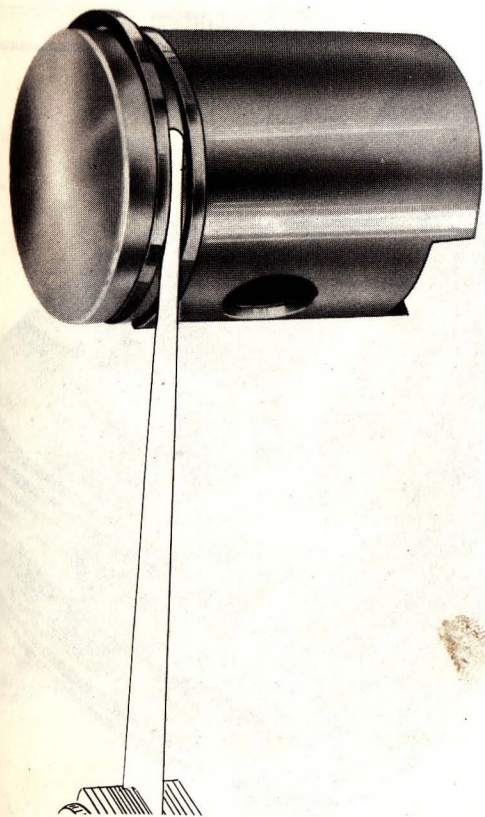
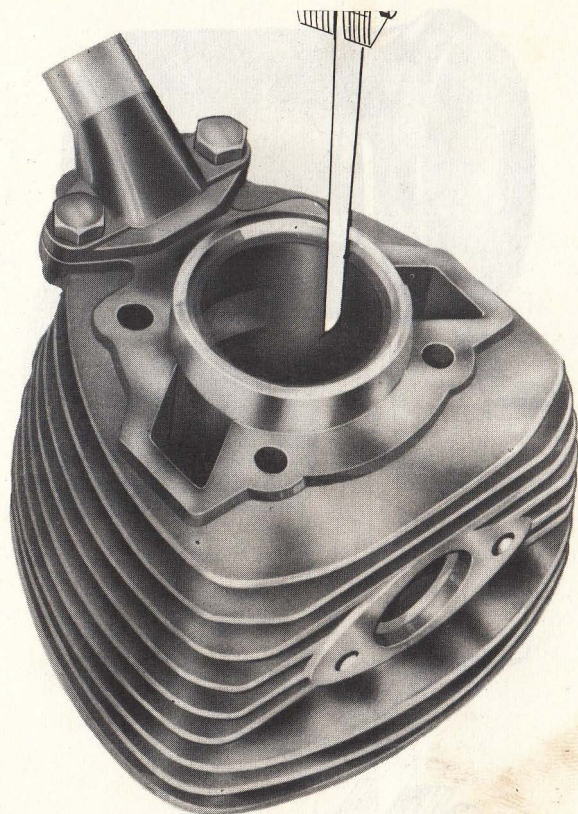

Fig. 20 - *Controllo giuoco fra scanalatura del pistone e fascia elastica*
Fig. 21 - Controllo della distanza fra i punti chiusura delle fasce elastiche
– nella apposite gole del pistone (sedi) l'adattamento delle fasce nuove (vedere fig. 20); queste devono poter muoversi, se pur con poco giuoco, nelle apposite scanalature. Introdurre nella canna del cilindro la fascia elastica, verificare che essa giaccia in un piano normale all'asse del cilindro (ciò si può effettuare introducendo il pistone rovesciato e facendo aderire al bordo del pistone la fascia elastica). Misurare la distanza fra i due punti di chiusura (vedere fig. 21 e tabella «Organi del Manovellismo»);